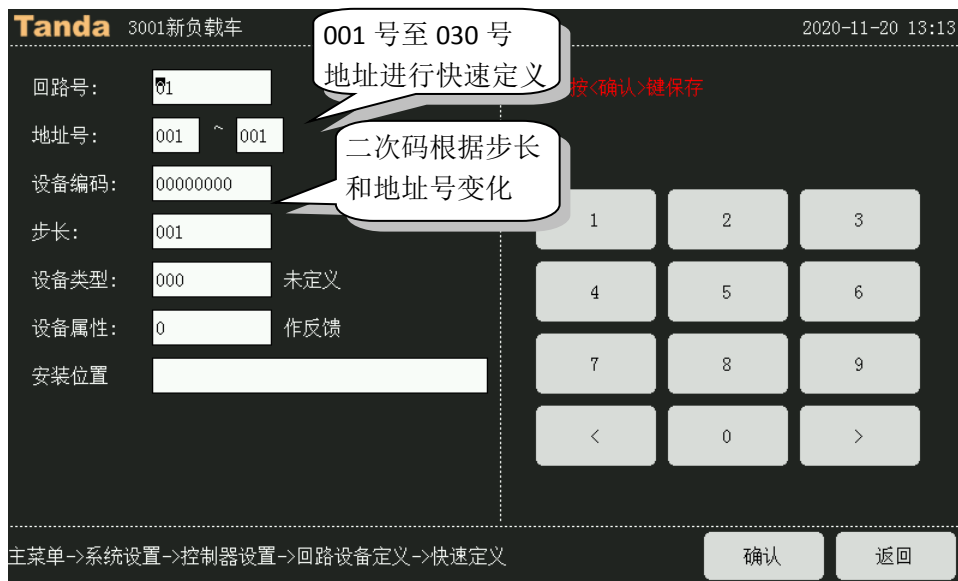

图 4-34 总线部件快速定义
3) 快速设备定义中，二次码根据步长值随设置地址号的增加而增加。如图 4-34，001 地址二次码为 00010001，002 地址二次码为 00010002，以此类推 030 地址二次码为 00010030。